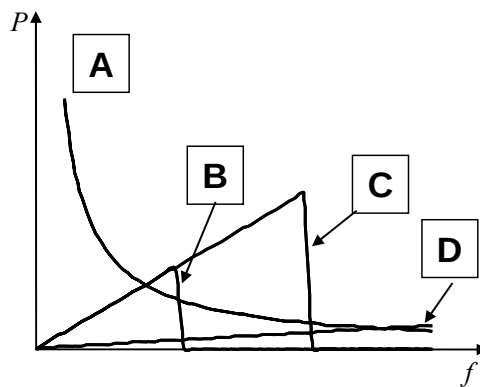

Bild 1: Frequenzabhängigkeit der Verlustanteile
a) Das Diagramm in Bild 1 zeigt die Kupfer-, Wirbelstrom- und Hystereseverluste (P_{cu} , P_w , P_{hys}) des Transformators für beide Eisenkerne über der Frequenz. Überlegen Sie sich, welcher Verlustanteil ab einer gewissen Frequenz ausfällt und geben Sie an, für welchen Eisenkern dies zuerst geschieht. **(1 Punkt)**